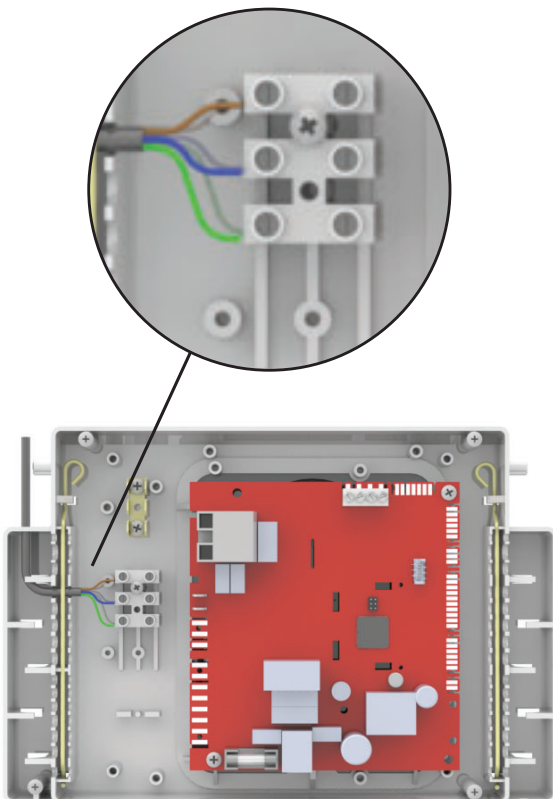

Fig. 25
- individuare la morsettieria posta a lato della scheda elettronica (fig. 25) e scollegare i poli di linea, neutro e massa del cavo precablato. Rimuovere il cavo. Cablare i rispettivi poli del nuovo conduttore rispettando le posizioni;